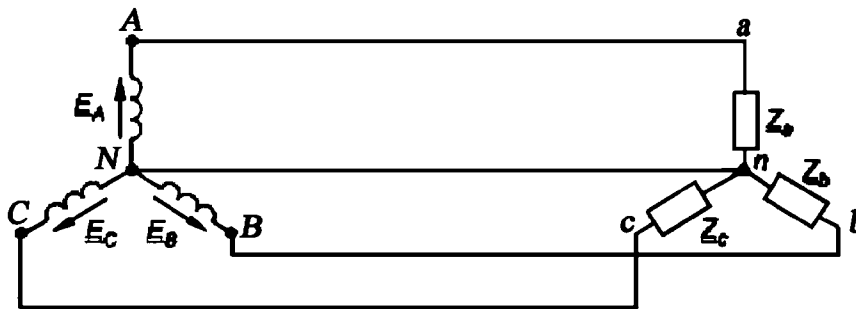

Рис. 1.26. Схема связанной трехфазной электрической цепи
- 4.3. Собрать связанную трехфазную электрическую цепь с нейтральным проводом по схеме на рис. 1.26. Сопротивления  $Z_a$ ,  $Z_b$ ,  $Z_c$  выбираются из набора сопротивлений комплектующих лабораторного стенда УИЛС-1 исходя из обеспечения симметричной и несимметричной нагрузки. Узел N собирается на наборном поле лабораторного стенда присоединением одного из выходов каждой фазы блока питания трехфазной цепи.
- 4.4. Измерить фазные напряжения и токи во всех фазах цепи для вариантов схемы (рис. 1.26) с симметричной и несимметричной нагрузкой. Результаты записать в таблицу 1.20.
- 4.5. Измерить линейные напряжения цепи для вариантов схемы (рис. 1.26) с симметричной и несимметричной нагрузкой. Результаты записать в таблицу 1.21.